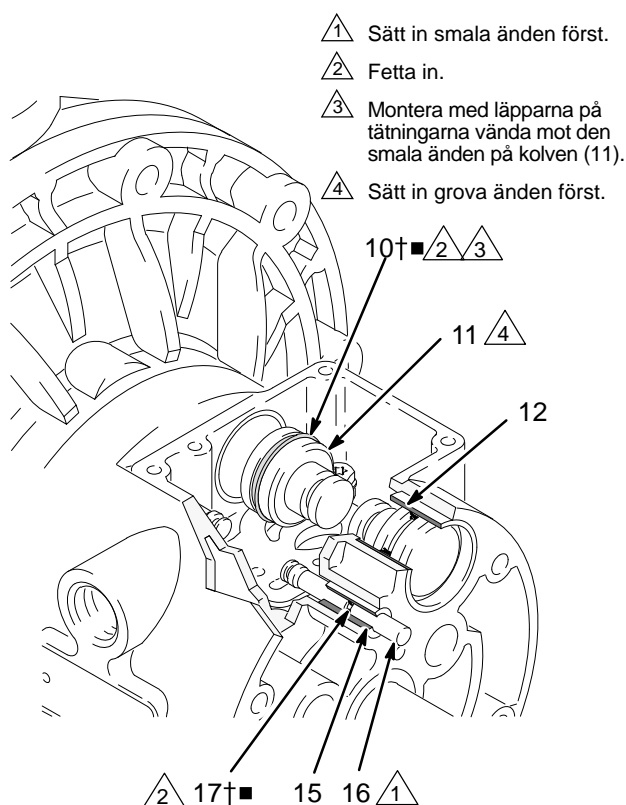

FIG. 8
4. Dra ur de två manöverkolvarna (11) ur lagren (12). Ta bort packboxarna (10) från kolvarna. Dra ur de två styrstiften (16) ur lagren (15). Ta bort o-ringarna (17) från styrstiften. Se FIG. 8.
6. Inspektera lagren (12, 15) där de sitter. Se FIG. 8. Lagren är koniska och måste tas bort från utsidan om de är skadade. Detta kräver att vätskekammaren tas isär. Se sidan 22.
4. Sätt på en o-ring (17) på vart och ett av styrstiften (16). Fetta in stiften och o-ringarna. Sätt i stiften i lagren (15) **smala** änden först. Se FIG. 8.
5. Montera en packbox (10) på var och en av manöverkolvarna (11) med läpparna vända mot den **smala** änden på kolvarna. Se FIG. 8.
6. Smörj in packboxarna (10) och manöverkolvarna (11). Sätt i manöverkolvarna i lagren (12) **breda** änden först. Låt den smala änden på kolvarna ligga öppet. Se FIG. 8.